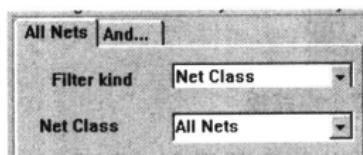

图 10-70 规则范围设置为指定的网络类
- Net Class: 指定网络类。选择此项后，规则适用范围为指定的一类网络类，可在 Net Class 下拉列表中选择网络名称，如图 10-70 所示。